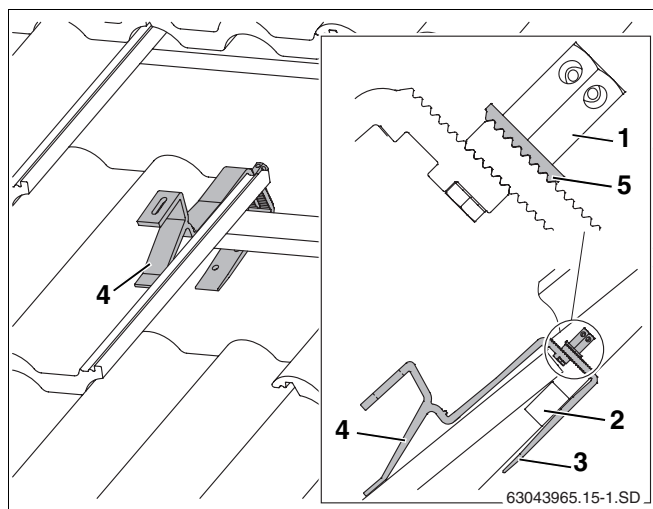

Fig. 13 Gancio da tetto attaccato (per una migliore visualizzazione, alcune tegole non sono illustrate)
- Attaccare il gancio da tetto in maniera tale che il supporto anteriore si trovi in una valle di ondulazione (fig. 13, **pos. 4**).
- Spingere verso l'alto la parte inferiore del gancio da tetto (fig. 13, **pos. 3**) finché tale parte non sia adiacente al listello del tetto (fig. 13, **pos. 2**).
- Serrare il dado esagonale lungo (fig. 13, **pos. 1**). A tal fine, infilare la chiave SW5 in un foro del dado esagonale e ruotare.
La rondella dentata (fig. 13, **pos. 5**) deve incastrarsi nella dentatura della parte inferiore del gancio da tetto.